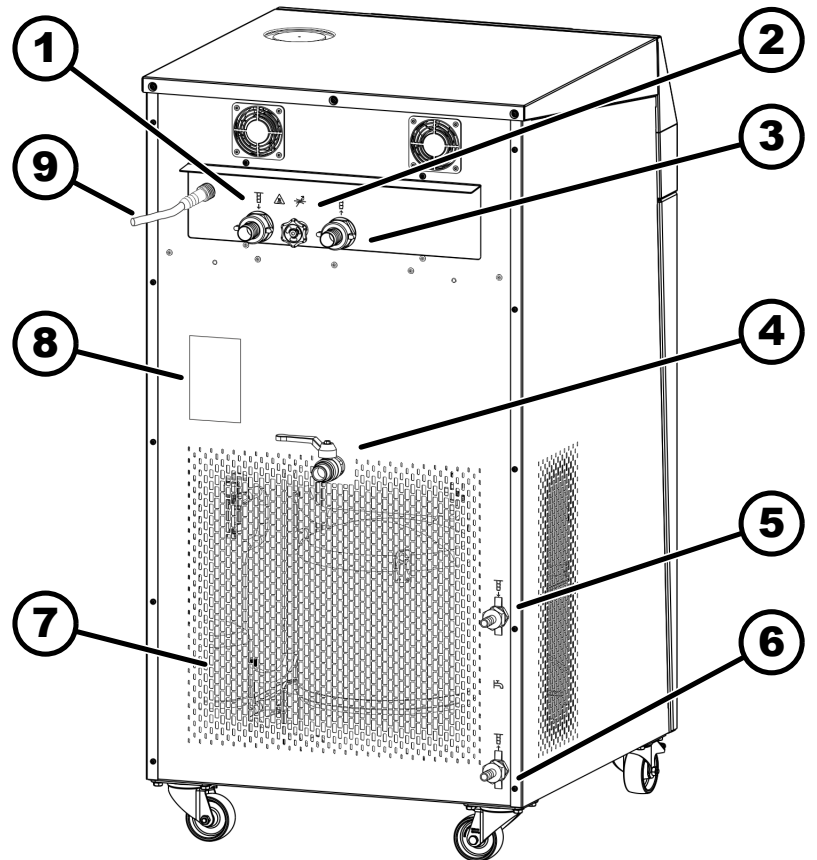

Abb. 6: Rückseite VC 10000 W
9. **Bild 6:** Die Rampe muss dicht an der Palette sitzen. 2 Personen treten mit ihren Schuhen rechts und links auf die Führungsleisten der Rampe und sichern sie somit vor dem Abrutschen. Schieben Sie das Gerät vorsichtig, mit der Frontseite zuerst (⑪), von der Transportpalette herunter.